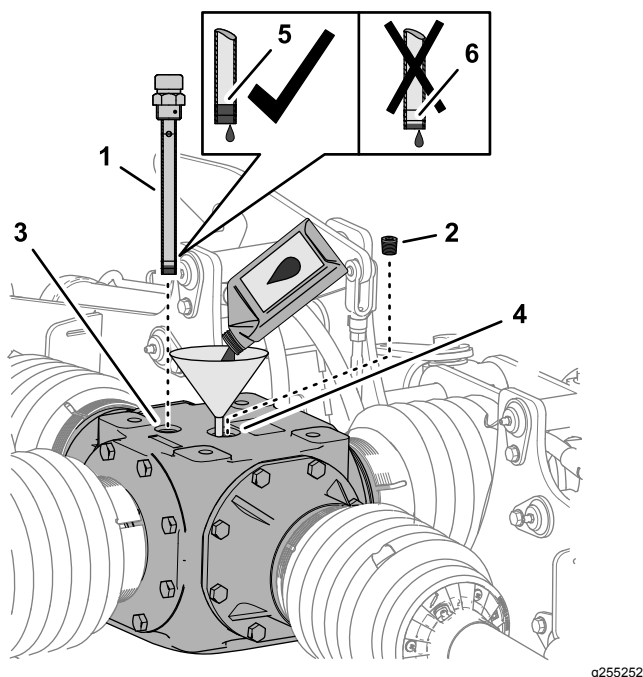

Bild 61
Getriebes und wischen Sie den Peilstab ab (Bild 61).
- Entfernen Sie die Füllschraube von der Einfüllöffnung an der Oberseite des Getriebes (Bild 61).
- Geben Sie 2,484 l des angegebenen Getriebeöls in die Einfüllöffnung in das Getriebe (Bild 61).
- Schrauben Sie den Peilstab in die Einfüllöffnung ein, schrauben Sie den Peilstab wieder heraus und überprüfen Sie den Schmierstofffüllstand (Bild 61).
- Führen Sie den Peilstab in die Einfüllöffnung ein und schrauben Sie den Peilstab (Bild 61) fest.
- Setzen Sie die Füllschraube wieder auf die Einfüllöffnung und ziehen Sie die Füllschraube fest (Bild 61).